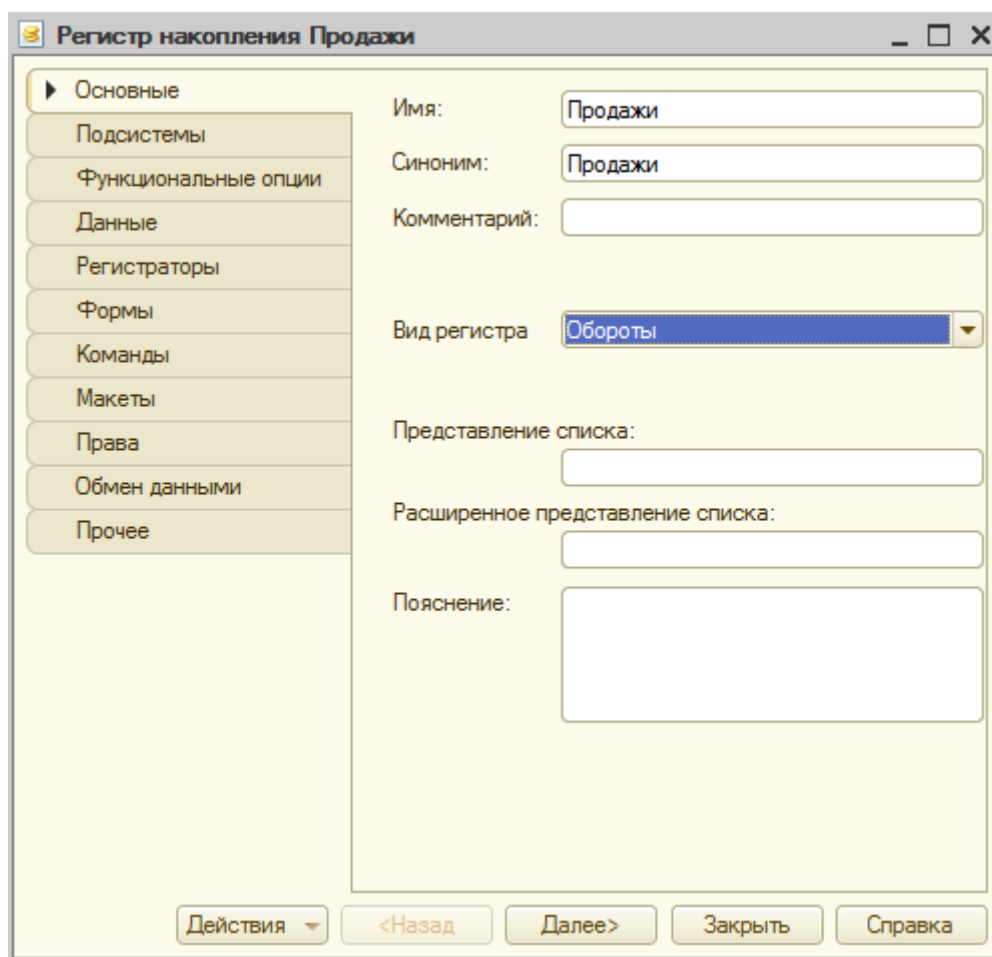

Рисунок 15.6- Создание регистра накопления
11. Создадим новый регистр накопления, назовем его **Продажи**. Вид регистра установим в значение **Обороты**, рисунок 15.6. Включим его в состав подсистемы **ОперативныйУчетМатериалов**.